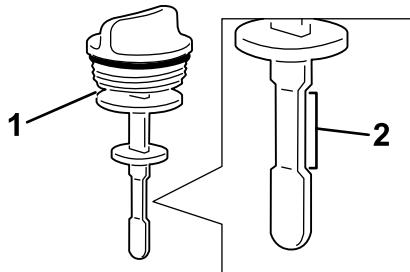

図 96
- ディップスティックを引き抜いて油量を点検する 図 96。